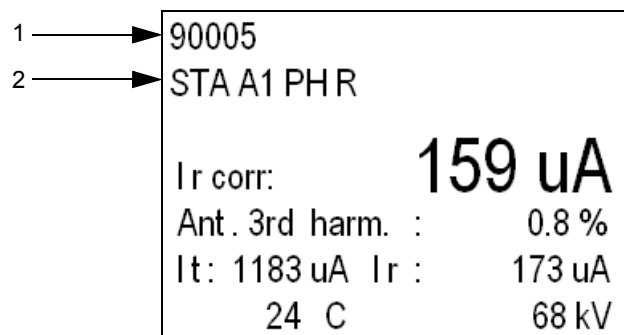

Figura 1.18 ID do pára-raios e número na exibição típica de resultados
1. Insira manualmente a identificação do pára-raios como mostrado no item 2 da Figura 1.18.
O contador automático, item 1 na Figura 1.18, é incrementado de uma unidade. Todos os testes que forem executados no pára-raios atualmente identificado são atribuídos a esse número do contador. Quando a ID de um novo pára-raios é inserida, o contador é incrementado de uma unidade.